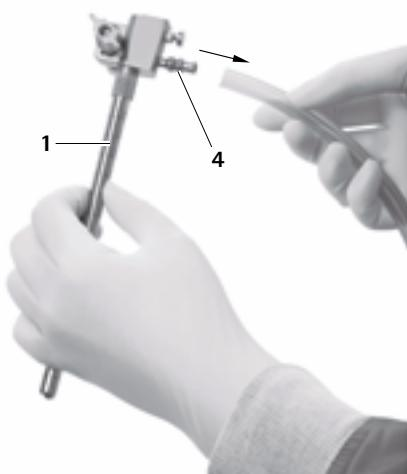

Рис. 12
- Снять шланг с промывочного разъема 4, см. Рис. 12.